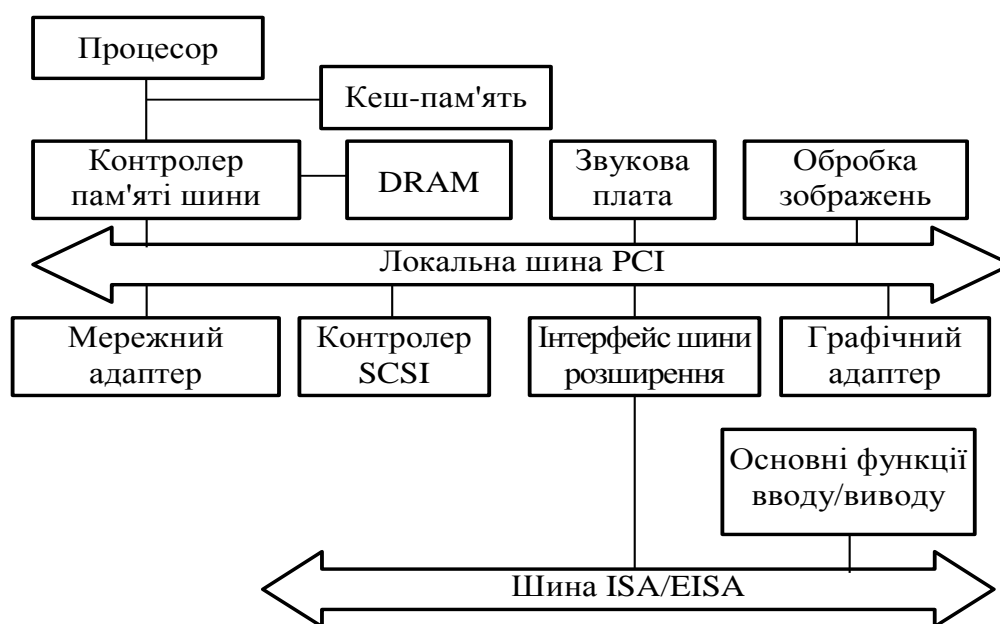

Рисунок 3 - Структурна схема підключення пристроїв до локальної шини PCI
**Шина розширення PCI** була розроблена фірмою Intel для процесора Pentium. Розробники її відмовились від традиційної концепції, ввівши ще одну шину між процесором і шиною вводу/виводу. Вона не підключається безпосередньо до шини процесора, яка дуже чутлива до зовнішніх втручань. Було розроблено новий комплект мікросхем контролерів для розширення шини. Підключення пристроїв до шини PCI подано на рис. 3.